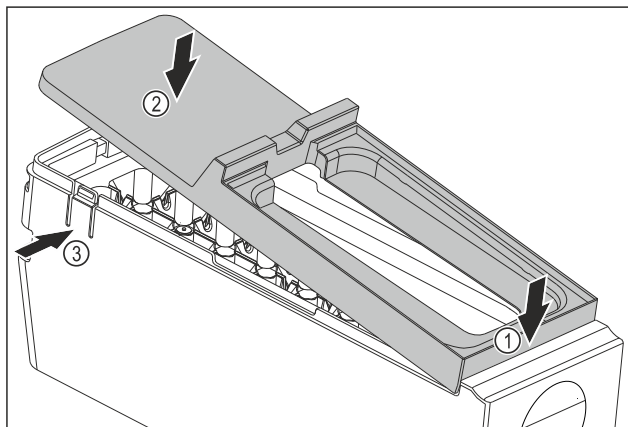

Fig. 90
- ▶ Montering af EasyTwist-Ice-legemets afdækning: Påsæt afdækningen foran. Fig. 90 (1)
- ▶ Sænk afdækningen bagtil. Fig. 90 (2)
- ▷ Afdækningen går hørbart i indgreb i begge lasker Fig. 90 (3).